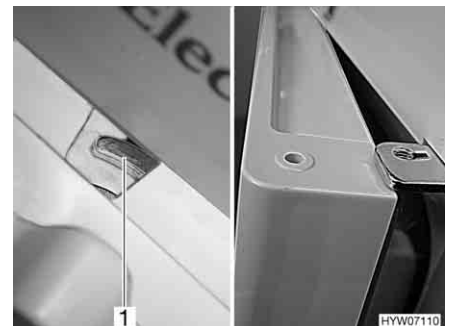

Fig. 212 Porta del frigorifero in posizione di ricircolo dell'aria (serie Dometic 7)
- Spostare il dispositivo di bloccaggio completamente verso destra. La porta del frigorifero è bloccata con l'ausilio dell'arresto della porta (Fig. 212,1). In questo modo la porta del frigorifero rimane ferma in posizione socchiusa (Fig. 212).